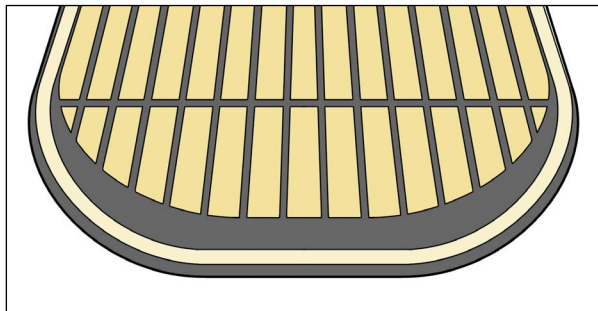

Abb. 1
3. Richten Sie die neue Folie aus und stellen Sie dabei sicher, dass das obere Logo bedeckt wird (Abb. 1). Jeder Rand sollte etwa 7,24 mm (0,285 Zoll) vom Außenrand der Vorrichtung liegen.